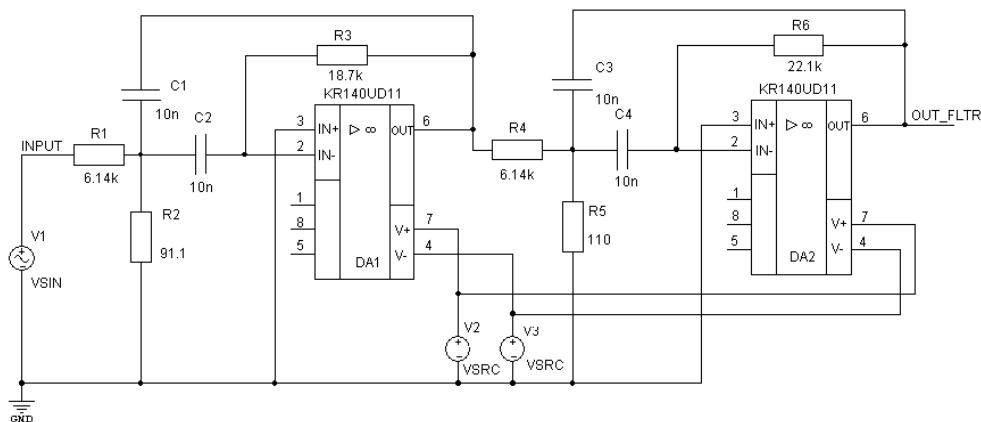

Рис. 9.33. Схема полосно-пропускающего фильтра Чебышева 4-го порядка
Рассмотрим данный вид анализа на примере частотной характеристики активного полосно-пропускающего фильтра Чебышева 4-го порядка с центральной частотой 11 кГц и шириной полосы пропускания 3 кГц (рис. 9.33).
частотная характеристика полосового фильтра по рис. 9.33
10. В полях настройки окна (см. рис. 9.33) назначить нулевое значение допуска на разброс по умолчанию для всех компонентов схемы кроме избранных.